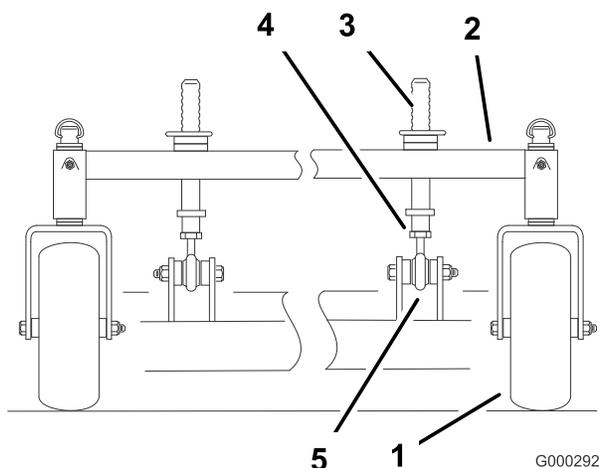

Figura 57
1. Per modificare l'inclinazione longitudinale, possono essere regolate le postazioni di altezza di taglio anteriori (Figura 57).
2. Per sollevare la parte anteriore del piatto di taglio, allentate il controdado e ruotate in senso orario il perno anteriore (Figura 57).
3. Per abbassare la parte anteriore del piatto di taglio, allentate il controdado e ruotate in senso antiorario il perno anteriore (Figura 57).
6. Serrate i controdadi (Figura 57).